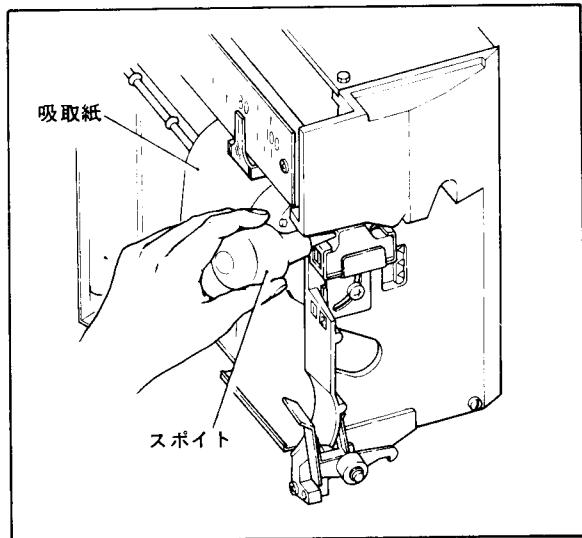

図11-14 インクを送り出す
- 記録紙収納部を一段落して、ペン先に吸紙をあてます(図11-14)。
- 注入口にスポットを当て、ゆっくり空気圧を加えます。インクがインクチューブを通ってペン先に流れ出します。この時チューブの中に空気が残らないようにします(図11-14)。スポットを急激に押すとチューブ内に空気が生じやすくなり、インクのか